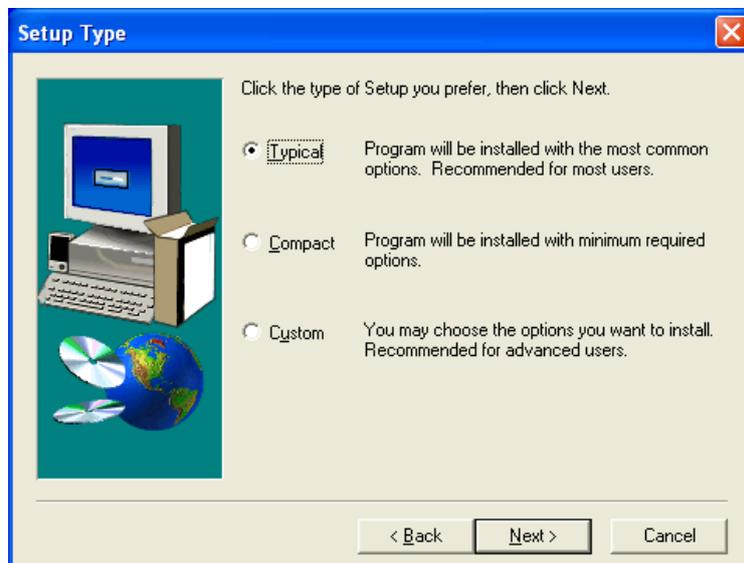

Fig. 13 Tela 6 de Instalação.
5.1.1.6. Na tela da Fig. 13, o usuário pode escolher o tipo de instalação. Para uma instalação geral, selecione **“TYPICAL”** e clique em **“NEXT”**, para continuar.